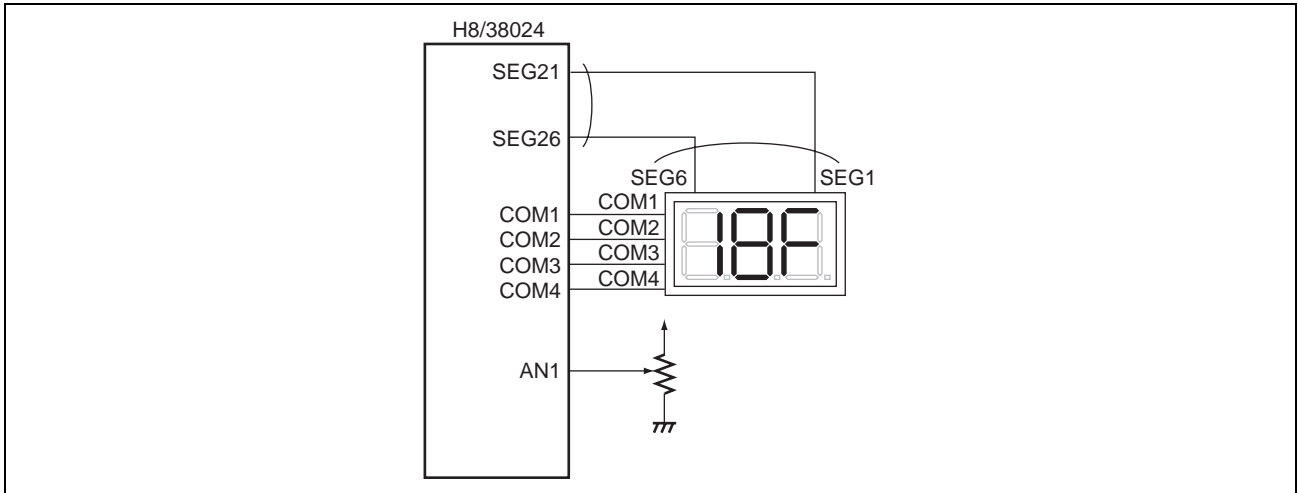

图 1 本例子的结构
- (1) 将由 H8/38024 的 10 位 A/D 转换的值显示在 LCD。
- (2) 在例子中，AN1 管脚连接可变电阻。
- (3) A/D 转换后的值以 16 进制数显示在 LCD。
- (4) 本例子的连接图如图 1 所示。